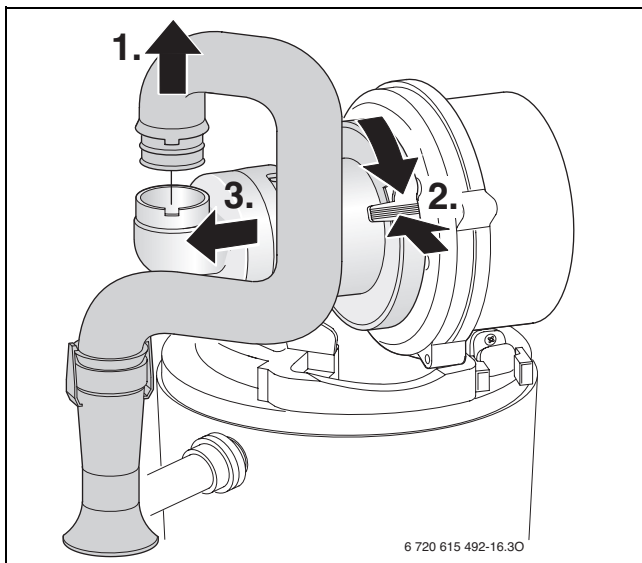

Fig. 47
- ▶ Afmonter blanderenheden efter fig. 47.